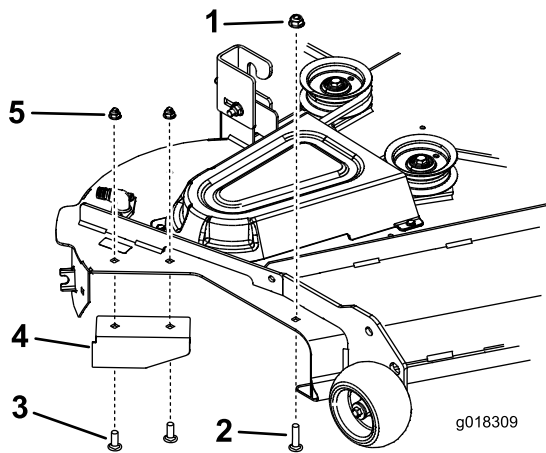

Figura 20
- Instale el deflector existente con los pernos y las tuercas existentes después de retirar el conjunto de la placa (Figura 20).
- Instale un perno de cuello cuadrado y una tuerca con arandela prensada en el taladro delantero indicado en Figura 20.